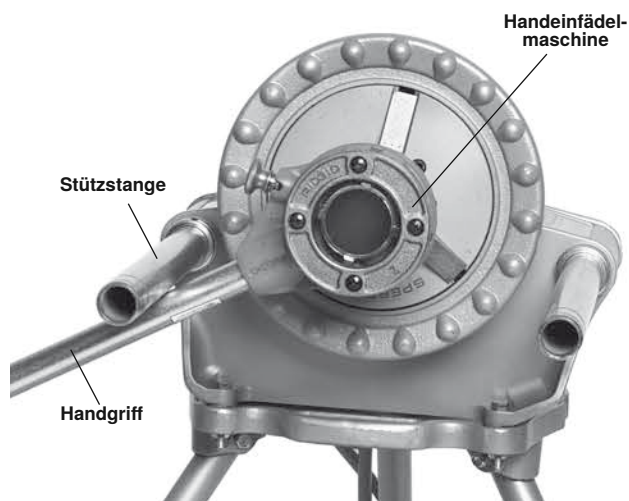

Abbildung 20 - Entfernen des Schneidkopfes aus dem Gewinderohr (Griff gegen das untere Ende der Stange).
- Ziehen Sie die Stützstange auf der Schalterseite vollständig aus und heben Sie den Griff der Gewindeschneidmaschine gegen die Unterseite der Stange. Halten Sie das Ende des Griffs der Gewindeschneidmaschine mit der linken Hand. Um Verletzungen durch Quetschungen zu vermeiden, sollten Sie weder Hand noch Finger zwischen Griff der Gewindeschneidmaschine und Stützstange halten. Halten Sie den Griff in Kontakt mit der Stützstange (siehe Abbildung 20).
1. Halten Sie den Griff der Gewindeschneidmaschine gegen die Unterseite der Stützstange auf der Schalterseite. Um Verletzungen durch Quetschungen zu vermeiden, sollten Sie weder Hand noch Finger zwischen Griff der Gewindeschneidmaschine und Stützstange halten. Siehe Abbildung 20 für die richtige Betriebsposition.